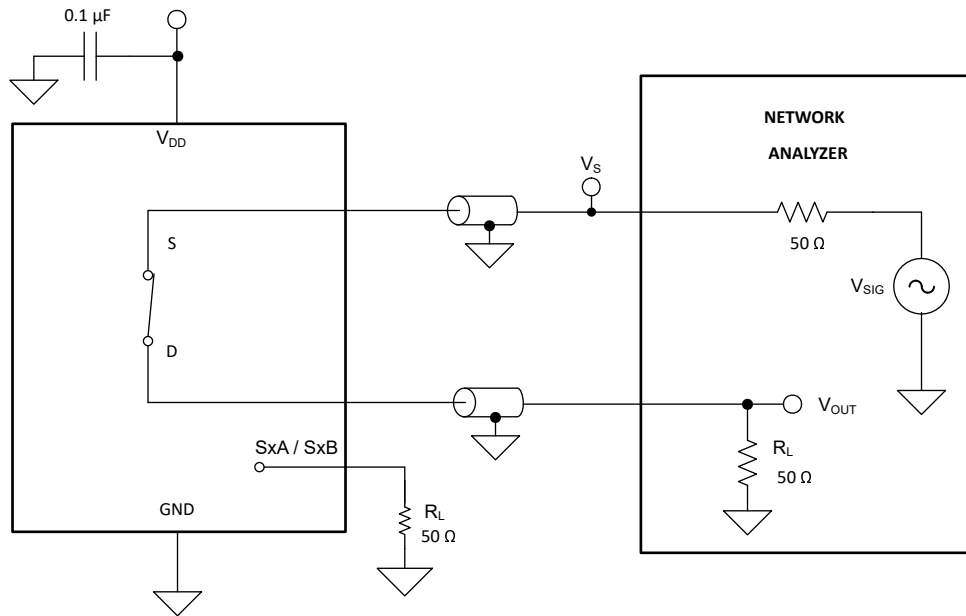

图 7-12. 带宽测量设置
带宽定义为当输入施加到开启通道的源极引脚 (Sx) 且输出在器件的漏极引脚 (D) 处测量时衰减小于 3dB 的频率范围。图 7-12 显示了用于测量带宽的设置。